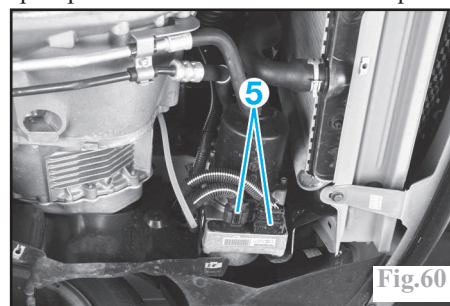

Fig.60
-les deux connecteurs (5) (Fig.60) de la pompe de direction assistée électrique.